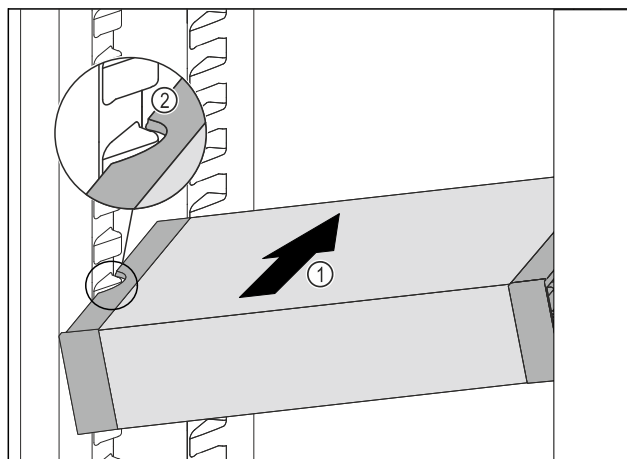

Fig. 106
- VarioSafe zasúvajte šikmo do chladničky Fig. 106 (1), kým sa bočné vybrania Fig. 106 (2) VarioSafe nebudú nachádzať vo výške rebra nádoby v chladničke.